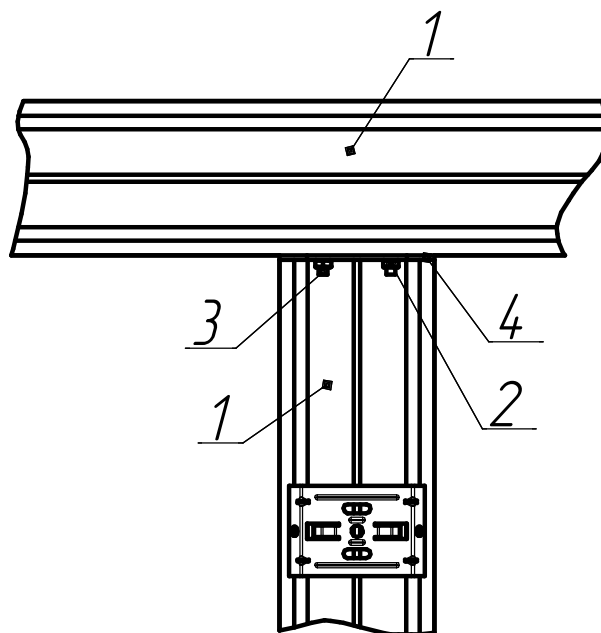

Рисунок 3. - Г-образная схема установки светильников
комплекта для L-, T-, X- образного соединения (рисунок 3), которые поставляется отдельно. Схемы монтажа светильников показаны на рисунках 7-9.
2. Крышка торцевая для L-, T-, X- образного соединения (рисунок 3)